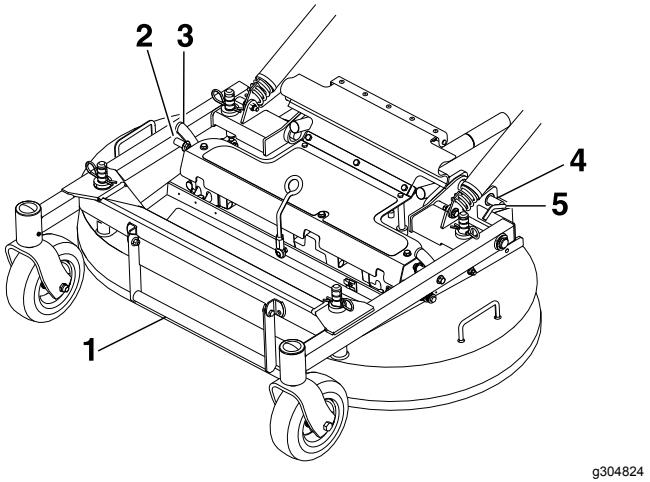

Figura 23
3. Manteniendo bajado el bastidor delantero, eleve la carcasa en un lado hasta que el pestillo de soporte de la carcasa se enganche en el pasador fijo del bastidor delantero (Figura 23 ).